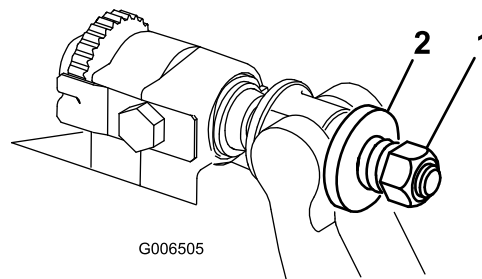

図 29
4. スプリングがつぶれるまでテンション・ナットを締め、そこから半回転戻す 図 29。